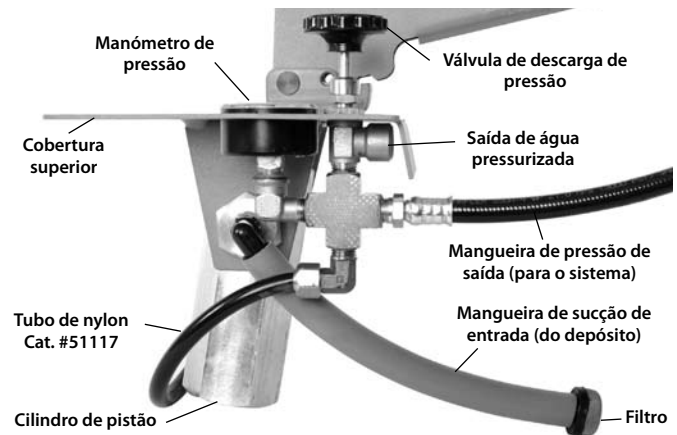

Figura 2 – Componentes da bomba
**AVISO** Monitorize de perto a pressão para evitar ultrapassar a pressão de teste/nominal. Pressão superior à classificação de bomba de 725 psi (50 Bar) causará danos na bomba. Tipicamente, o tubo de nylon (Figura 2) rasgar-se-á, protegendo outros componentes do sistema.